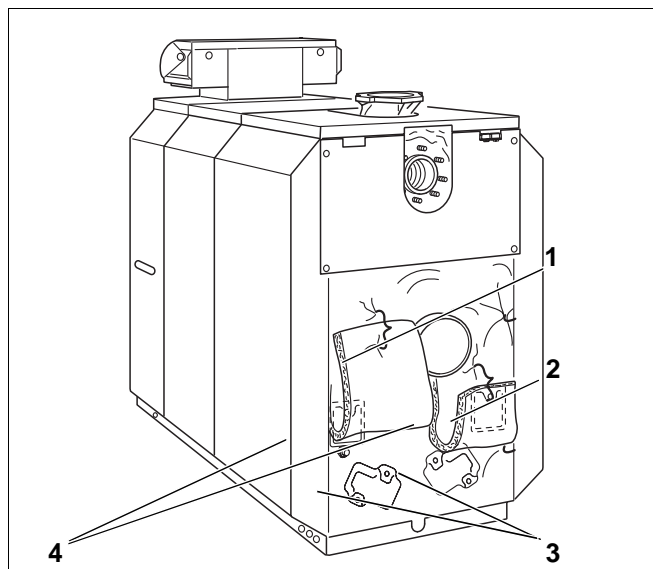

Рис. 56
- Оба конца теплоизоляции загнуть вверх (рис. 56, **поз. 2**) и закрепить пружинами (рис. 56, **поз. 1**).
- Снять крышки люков для чистки (рис. 56, **поз. 3**) с задней секции и с коллектора дымовых газов (рис. 56, **поз. 4**).
- Удалить нагар из топочной камеры и через люки для чистки на задней секции и коллекторе дымовых газов (рис. 56, поз. 3 и 4).